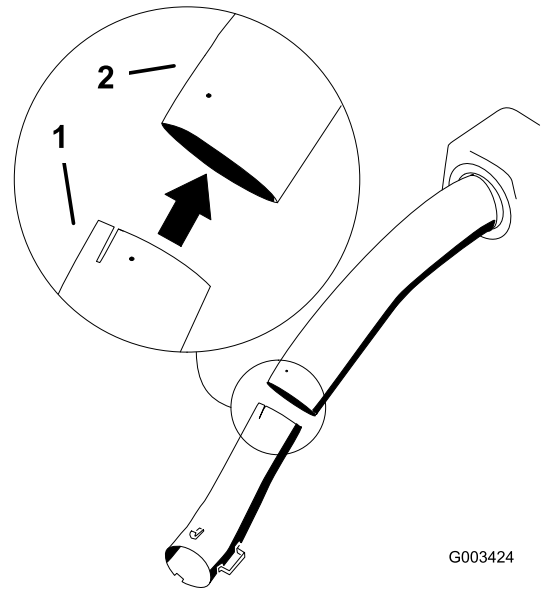

Figure 17
5. Insérez le tube inférieur dans le tube supérieur (Figure 17).